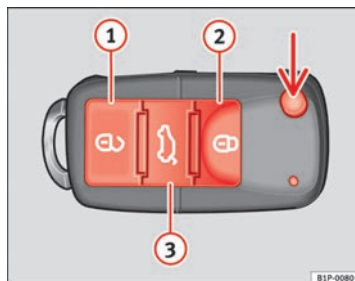

Fig. 64 Tasti della chiave con telecomando
Con il tasto $\Rightarrow$ fig. 64 (freccia) del telecomando, si sblocca lo scatto della chiave.
Sblocco del veicolo $\Rightarrow$ fig. 64 ①.
Tasto di chiusura $\Rightarrow$ fig. 64 ②.
Sblocco del portellone posteriore. Tenere premuto il tasto $\Rightarrow$ fig. 64 ③ fino a quando lampeggiano brevemente tutti gli indicatori di direzione. Dopo aver premuto il tasto di sblocco $\Rightarrow$ ③, si hanno 2 minuti per aprire il portellone. Una volta trascorso questo periodo si blocca di nuovo.
Inoltre, la spia della pila della chiave $\Rightarrow$ fig. 64, lampeggia.
Premere una sola volta il tasto $\Rightarrow$ fig. 64 ①, per aprire la porta del conducente, le altre porte rimarranno chiuse. ▶
Per aprire le serrature di tutte le porte si deve premere due volte il tasto  ⇒ fig. 64 .
- Premere il tasto  ⇒ fig. 64 del telecomando.